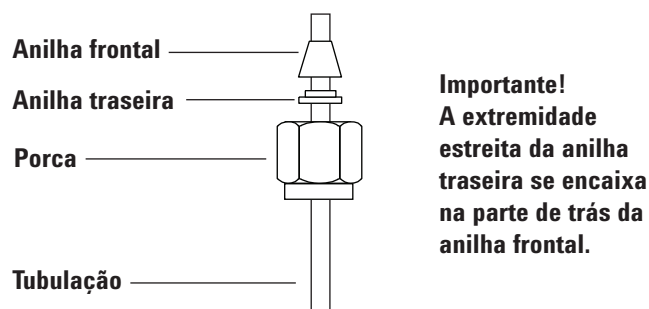

Figura 16. Porcas e anilhas Swagelok
- 1 Coloque uma porca Swagelok, a anilha traseira e a frontal na tubulação, como mostrado na **Figura 16**.